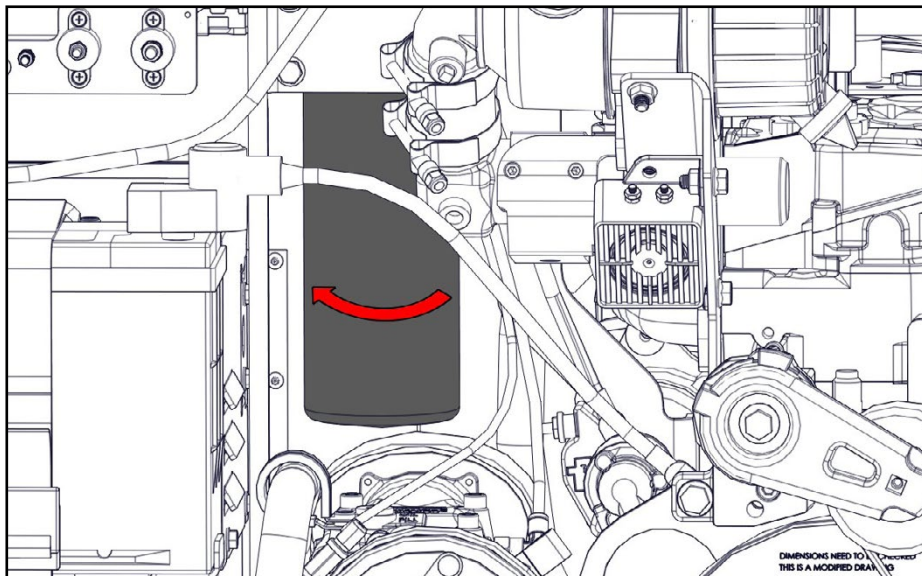
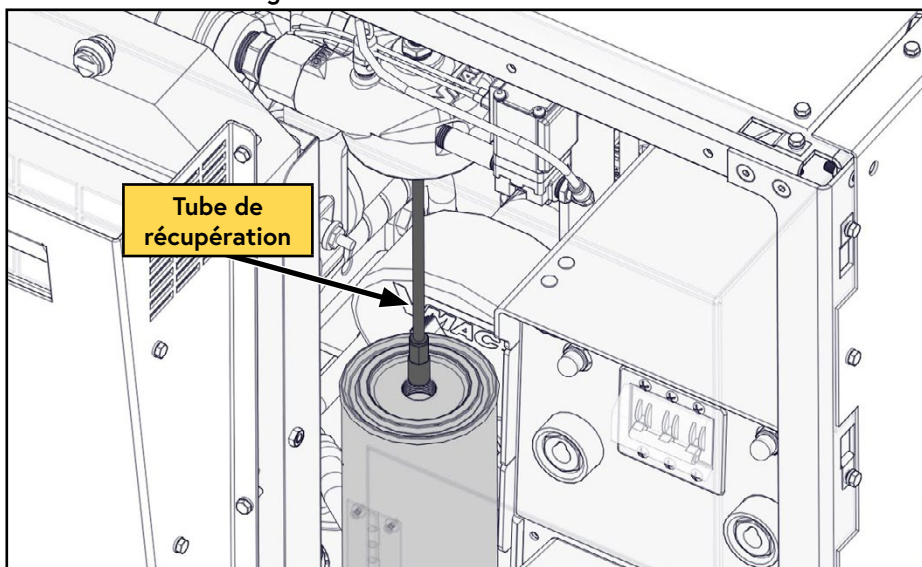

Figure 36 — Retirer le filtre coalescent
Figure 37 — Retirer le filtre coalescent (Vue depuis le côté radiateur du Cat MF)
- ☐ Retirez le filtre coalescent en prenant soin de ne pas endommager le tube de récupération ou la crépine (Figure 36 et Figure 37).